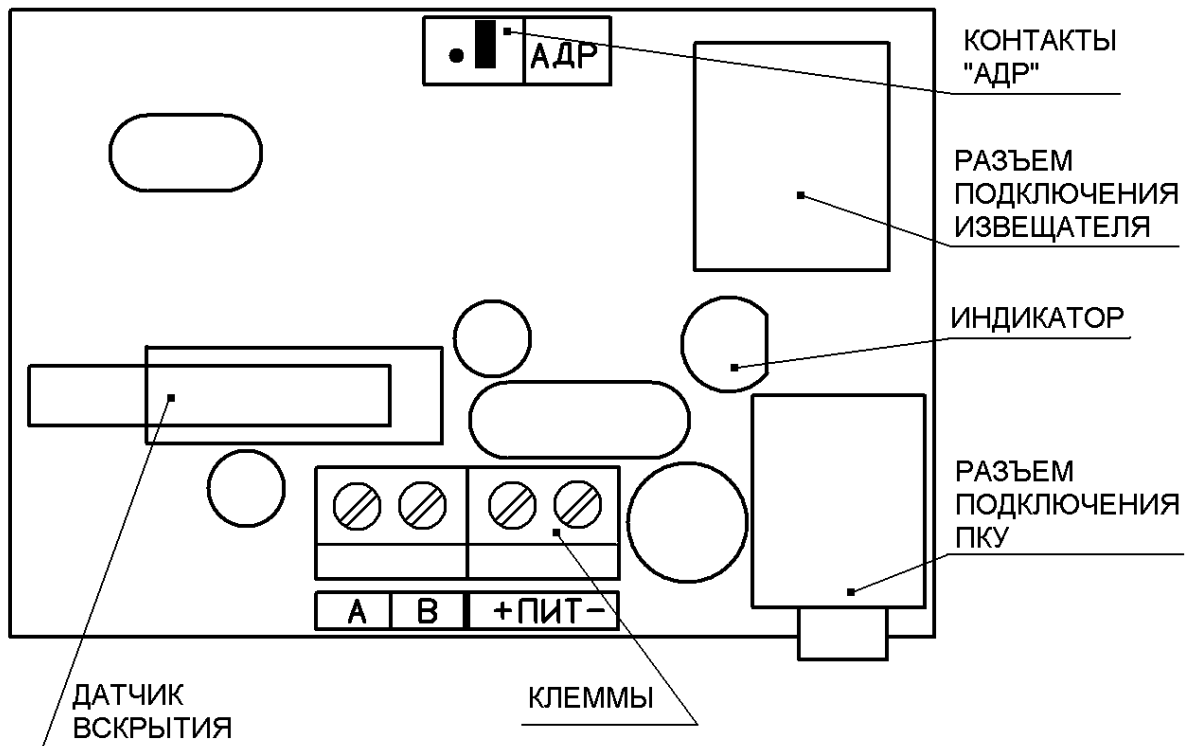

Рисунок 1 – Плата блока БС
1.8 Регистрации БС1 в составе комплекса и присвоение ему сетевого адреса осуществляется при включении БС1 в режим регистрации путем установки перемычки «АДР» на плате блока БС1 (рисунок 1).
1.16.1 Ввести кабель от блока извещателя в блок БС через отверстие в основании блока, зафиксировать втулку кабельную при помощи фиксатора пружинного, и сочленить разъем кабеля с разъемом подключения извещателя (рисунок 1). Ввести кабель питания и кабель связи с центральным устройством комплекса в блок БС через свободные гермовводы в основании БС.
1.16.2 Подключить кабель питания и кабель связи с центральным устройством комплекса к клеммам платы блока БС (рисунок 1) в соответствии с таблицей 2. Зафиксировать кабели, затянув гайки гермовводов.